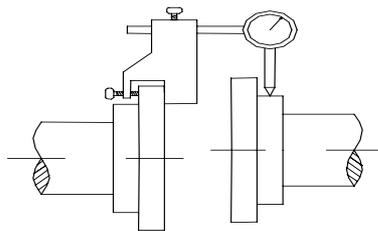

Fig. 2
- montare l'indicatore a orologio su un semigiunto e posizionare il tastatore a contatto con il mozzo dell'altro semigiunto (fig. 2).